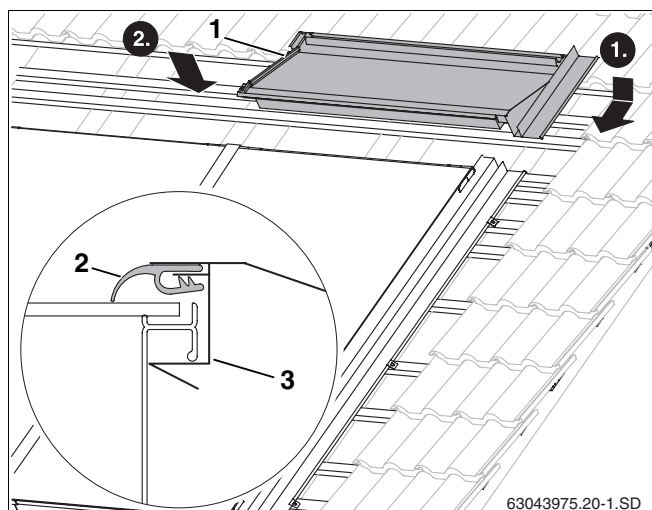

Fig. 55 Chapa protectora superior derecha
- Introduzca la chapa protectora superior derecha (fig. 55, **pos. 1**) en la chapa protectora lateral derecha.
- Haciendo presión en la parte superior de la chapa protectora, encaja por debajo de la empuñadura del marco del colector (fig. 55, **pos. 3**).
- Coloque la falda de goma del colector de escape (fig. 55, **pos. 2**) en la parte superior del mismo y tire de ella hacia adelante.